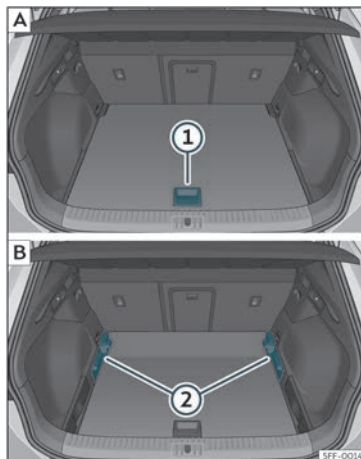

Fig. 109 Terra variable del maleter: **A**) posició alta; **B**) posició baixa.
- Per passar de la posició baixa a l'alta, aixequu el terra per l'agafador»» **fig. 109 ①** i estireu-lo cap enrere fins que la part davantera del terra sobrepassi totalment els suports»» **fig. 109 ②**.
- Feu desplaçar el terra cap endavant sobre els suports fins que topi amb el respall dels seients posteriors i, a continuació, abaixeu la base amb l'agafador **①**.
- Per passar de la posició alta a la baixa, aixequu el terra per l'agafador»» **fig. 109 ①**, estireu-lo cap enrere fins que la part davantera del terra sobrepassi totalment els suports»» **fig. 109 ②**.
- Amb el terra variable en posició alta, aixequu-lo per l'agafador»» fig. 109 ①, estireu-lo i empenyeu-lo cap al respallier dels seients posteriors fins que es plegui per la línia de frontissa i la part mòbil del terra hi descansi a sobre.